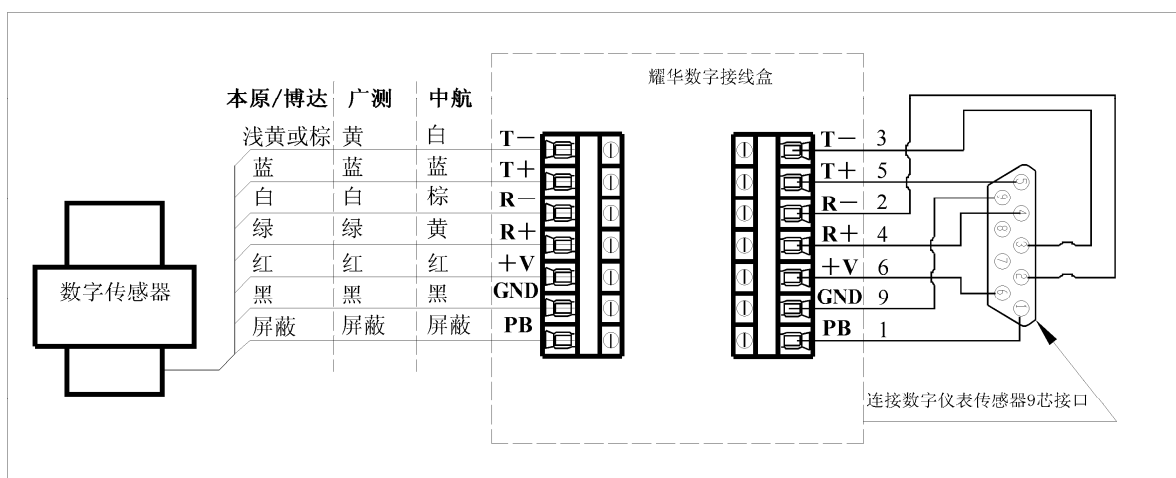

图 2-1-2 与数字传感器联接示意图
- 2、XK3190-DS3 的传感器接口采用 4 线制 RS485 接口方式。具体连接方式如图 2-1-2。